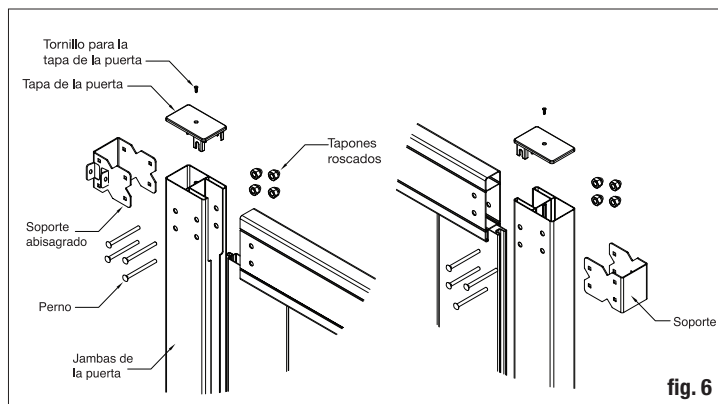

fig. 6
Place gate jambs on both sides of the rails and place the hinges on the gate jamb so they are aligned with the rails. Using the bracket as a guide, drill the four (4) necessary 1/4" holes for the bracket bolts. Repeat these steps for the hinged brackets as well (fig. 6). Ensure the rails are fully inserted in the jamb before drilling. The bolts need to go through the jamb and rail to function properly.
Coloque las jambas de la puerta en ambos lados de los barandales y coloque las bisagras en la jamba de la puerta de forma que se alineen con los barandales. Utilizando el soporte como guía, perforo los cuatros (4) agujeros necesarios de 1/4" para los pernos del soporte. Repita estos pasos para los soportes de bisagras también (fig. 6). Asegúrese de que los barandales estén completamente insertados en la jamba antes de perforar. Los pernos tienen que ir a través de la jamba y el barandal para que funcionen correctamente.